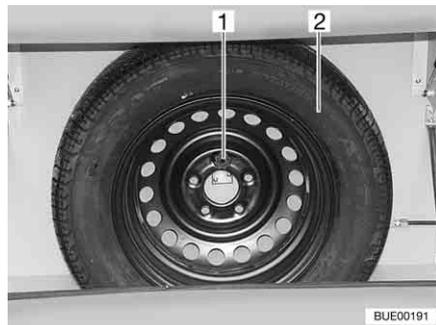

Fig. 227 Etrier de roue de secours
L'étrier de roue de secours est monté dans le coffre à gaz. La roue de secours (Fig. 227,2) est disponible moyennant supplément.
- Desserrer la vis (Fig. 227,1).
- Déposer la roue de secours (Fig. 227,2).